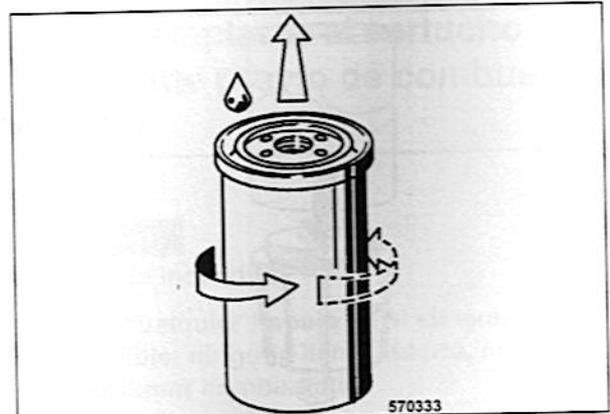

Fig. 147
- Untar la junta de goma del nuevo cartucho filtrante (Fig. 147) ligeramente con aceite.